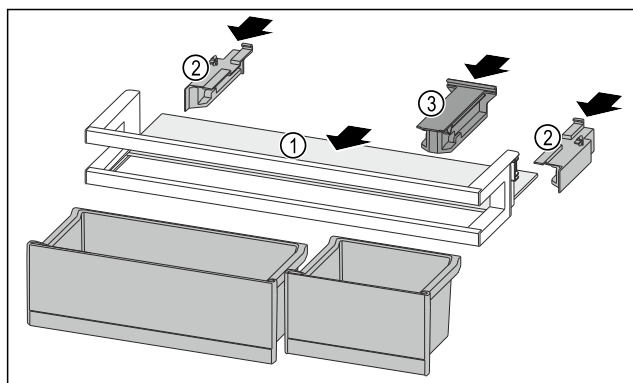

Fig. 173
- ▶ 将搁板 Fig. 173 (1) 推入侧面凹槽。
- ▶ 插入侧面部分 Fig. 173 (2)。
- ▶ 插入定位件 Fig. 173 (3)。